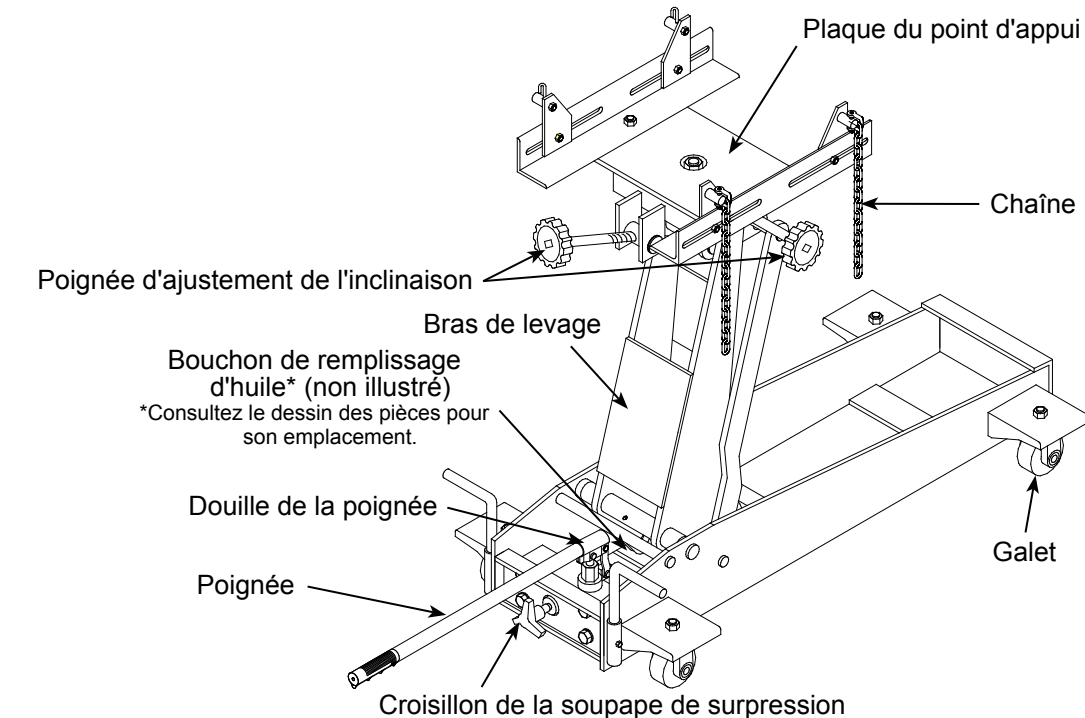

Figure 1 : Pièces types d'un cric pour transmission (modèle 42000C)
- 3. Afin de vous familiariser avec le fonctionnement de base du cric, repérez le croisillon de la soupape de surpression et tournez-le (voir figure 1) :